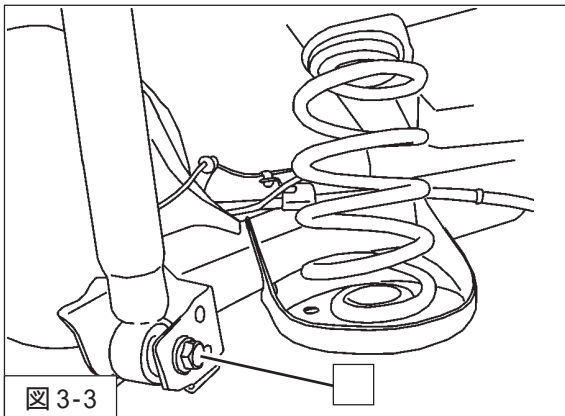

図3-3
5. ダンパーロア取付ナットを取外してください。(図3-3)